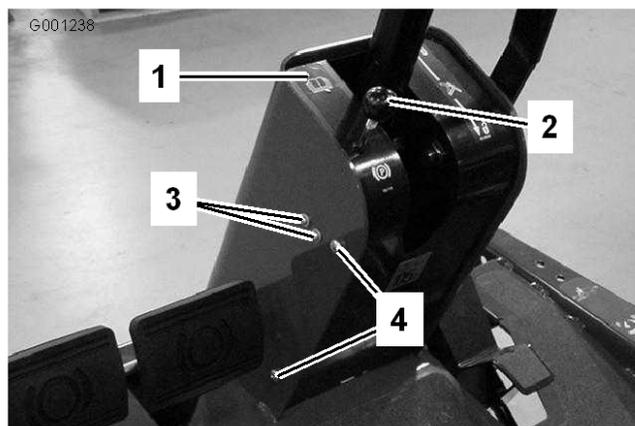

図 59
2. 駐車ブレーキ・ロッドのノブを外し、次にハンドルタワーのカバーを止めているネジを外す（図 59）。
4. 駐車ブレーキ・スイッチを固定しているネジをゆるめる（図 59）。